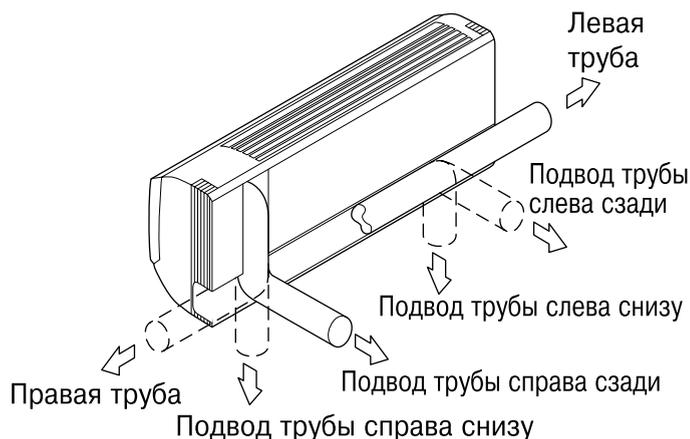
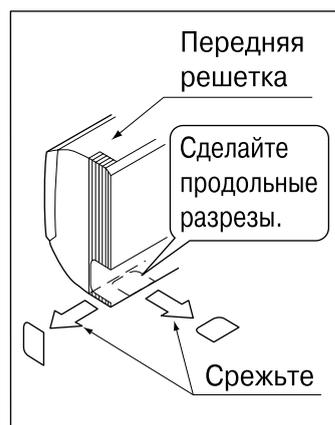

Рис. 3
Рис. 4
(1) Откройте отверстие для трубопровода.
- Трубопровод для хладагента и дренажную трубу можно вывести в 6 направлениях: слева, снизу слева, сзади слева, справа, снизу справа и сзади справа. (См. рис. 3)
- С использованием бумажного шаблона для монтажа (3) выберите направление для вывода трубопроводов и сделайте отверстие (φ80) в стене. Сделайте отверстие таким образом, чтобы обеспечить наклон дренажного трубопровода в нисходящем направлении. (См. раздел “6. РАБОТА С ДРЕНАЖНЫМ ТРУБОПРОВОДОМ”)
(2) Прикрепите к стене.
- Проконтролируйте расположение отверстия, сверяя его с имеющимся бумажным шаблоном для монтажа (3).
- Временно прикрепите установочную панель (1) на месте установки на бумажном шаблоне для монтажа (3) и используйте уровень для того, чтобы обеспечить расположение дренажного шланга горизонтально или слегка с наклоном.
- Прикрепите установочную панель (1) к стене с использованием винтов или болтов.
- С использованием станковых винтов для установочной панели (2) прикрепите панель при помощи не менее 4 винтов с каждой стороны (всего 9 винтов) на рекомендуемую подкладку установки на прилагаемом бумажном шаблоне для монтажа (3).
(3) Если для трубопровода используется положение слева, снизу слева, справа или сверху справа, сделайте сквозное отверстие для трубопровода в передней решетке. (См. рис. 4)